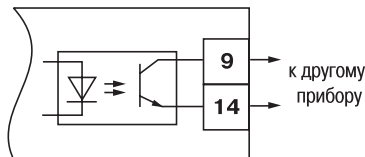

Рис. 19
3.1.10.3. Второй канал прибора имеет дублирующий выход – транзисторную оптопару для управления другими подобными приборами (например, такими же счетчиками, таймерами и т.д.) (рис. 19).